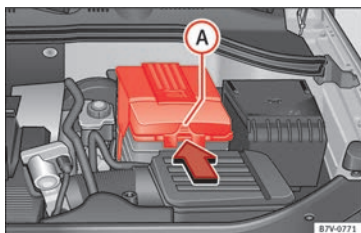

Fig. 248 Dans le compartiment moteur : retirez le couvercle de la batterie du véhicule.
- *En présence d'un couvercle* : appuyez sur la languette » **fig. 248 A** dans le sens indiqué par la flèche et retirez le cache vers le haut.